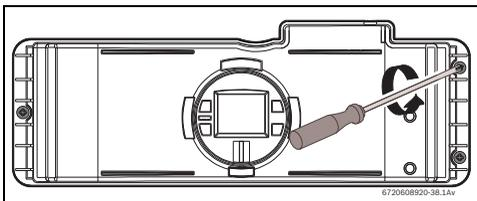
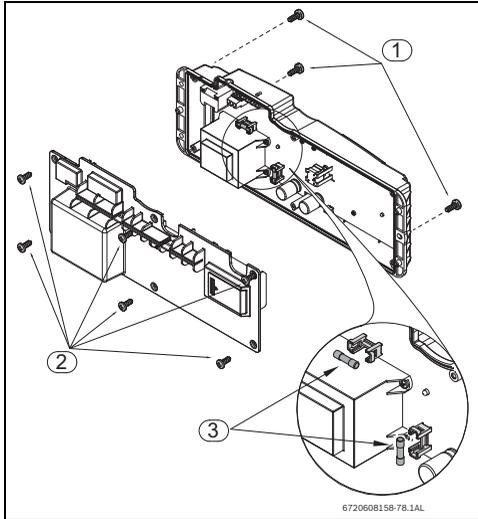

Fig. 47
Fig. 48 Localização dos fusíveis
- ▶ Desapertar três parafusos na frente da caixa electrónica (Fig. 47 e Fig. 48, pos. 1).
- ▶ Puxar a caixa electrónica para aceder aos seis parafusos na parte posterior e removê-los, ver Fig. 48, pos. 2.
- ▶ Depois de verificar os fusíveis (Fig. 48, pos. 3), proceder à montagem de todas as peças na ordem inversa.